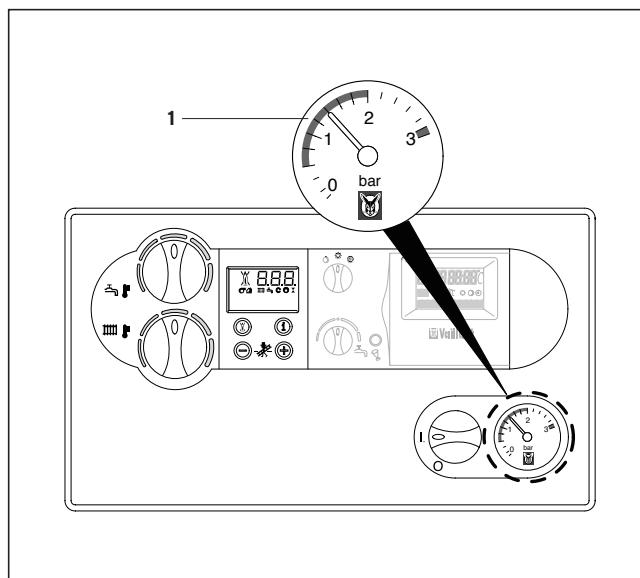

Fig. 3.4: Controlo da pressão da água
3.2.2 Controlo da pressão da água (fig. 3.4)